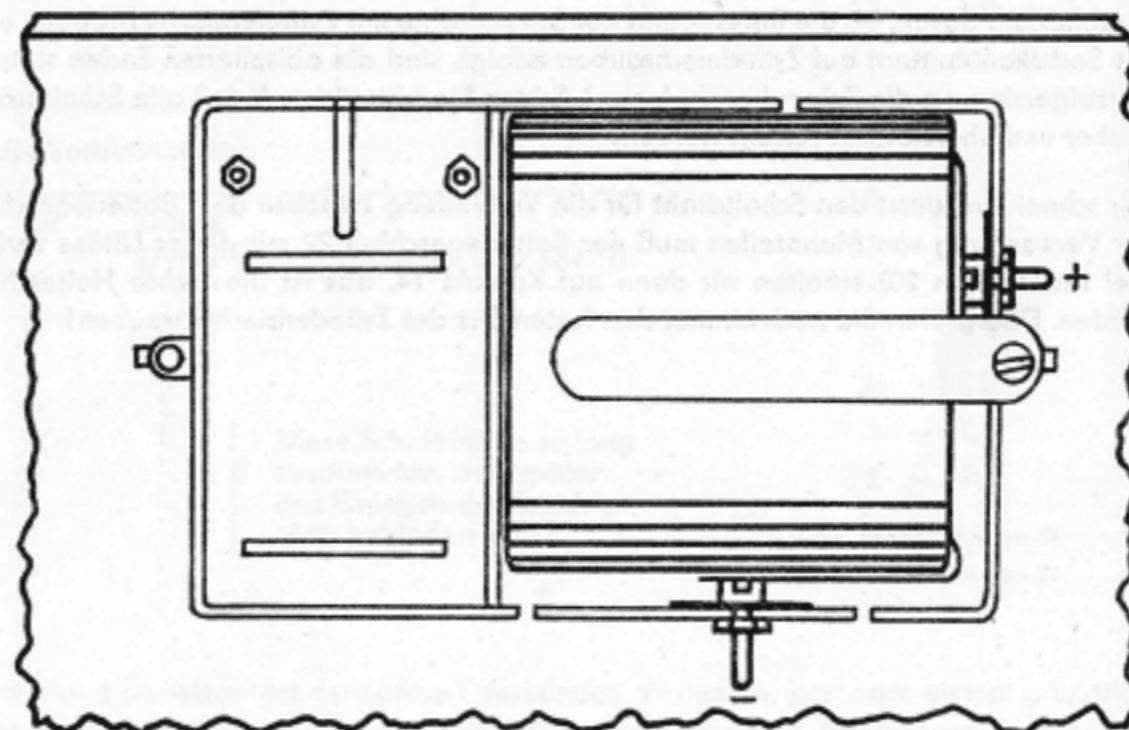

Abb. 14
Als nächstes sind die Kontaktanschlüsse für die Energiequelle am Batteriekasten anzubringen. Bei Verwendung einer Flachbatterie 3 R 12 4,5 V sind, wie in Abbildung 14 dargestellt, zwei Zylinderschrauben (28) als Kontaktgeber für die Batterie mit Scheiben (38) und Sechskantmutter (26) zu montieren. Werden drei Monozellen R 20 als Energiequelle benutzt, dann müssen wir, wie es uns die Abbildung 15 zeigt, drei Kontaktbrücken (25) mit Zylinderschrauben (31) und Sechskantmutter (27) festschrauben und außerdem noch, wie es in der Abbildung angegeben ist, eine Zylinderschraube (28) mit einer Sechskantmutter (26) montieren.
Nachdem der PIKO dat verdrahtet ist, setzen wir entweder eine Flachbatterie 3 R 12 4,5 V oder drei Monozellen R 20 je 1,5 V ein. Die Lage der Flachbatterie wird in der Abbildung 14 gezeigt. Zur Sicherung der Stromquelle montieren wir noch ein Verschußblech (18) – bei Verwendung von Monozellen müssen zwei Verschußbleche (18) montiert werden! – die Befestigung erfolgt mit Zylinderblechschrauben (29), wie es in den Abbildungen 14 und 15 dargestellt ist.